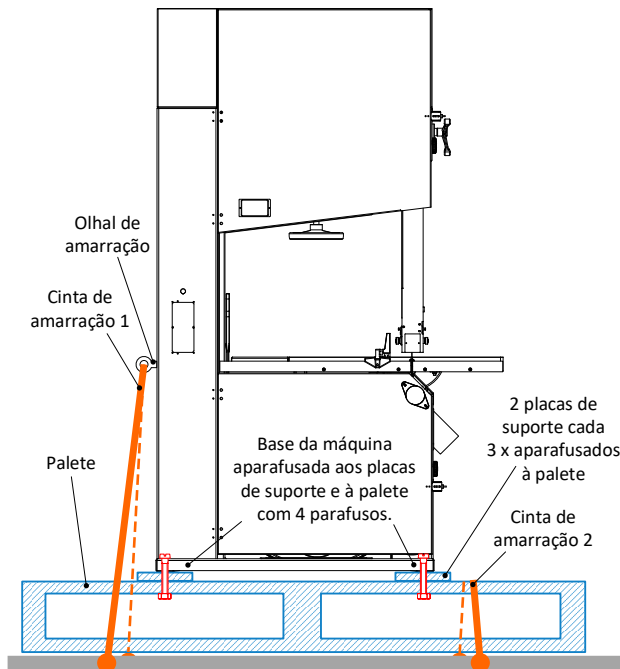

Figura 10: Amarração do BSB 400 / 500 / 600
- Para este efeito, existe um olhal de amarração para a **cinta de amarração 1** no lado esquerdo da coluna da máquina (ver ⇨ Figura 10). A **cinta de amarração 2** é utilizada para amarrar diretamente a palete.